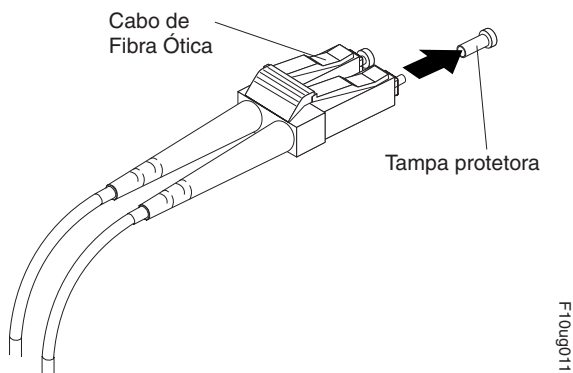

Figura 27. Removendo as Tampas Protetoras do Cabo de Fibra Ótica
2. Se necessário, remova a tampa protetora do módulo SFP ou SFP+, como mostrado na Figura 27. Guarde a capa protetora para utilização futura.
3. Remova as duas tampas protetoras de uma extremidade do cabo LC-LC, conforme mostrado na Figura 27. Guarde a tampa protetora para uso futuro.